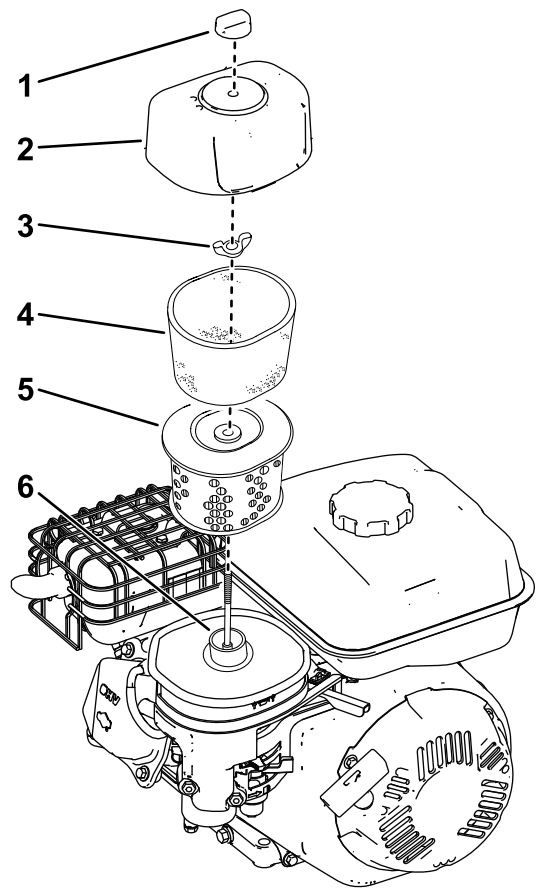

Figure 21
2. Desserrez l'écrou de fixation du couvercle (Figure 21).
3. Déposez le couvercle du filtre à air (Figure 21).